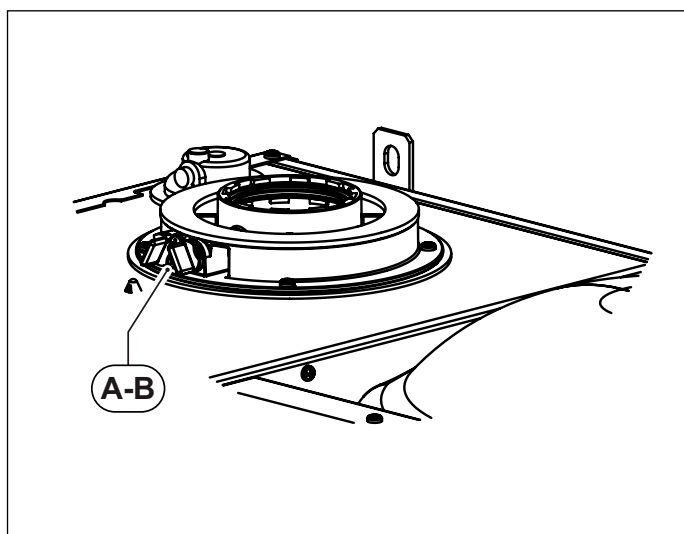
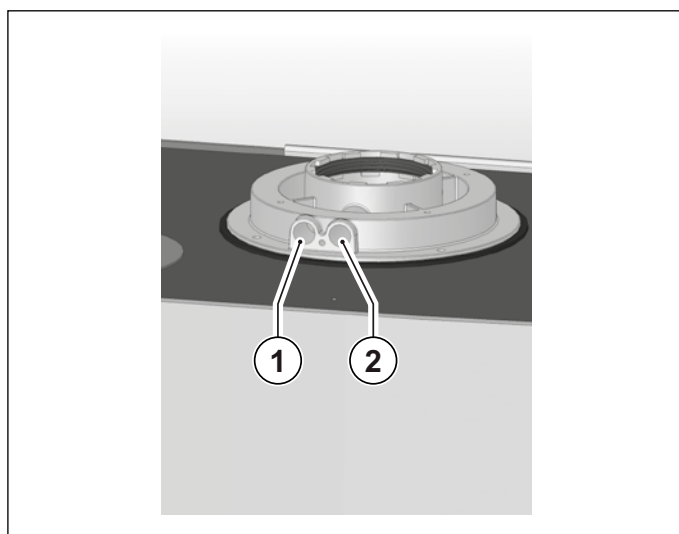

Fig. 19 Poziția bușoanelor
Fig. 20 Poziția orificiilor
Centrala termică este prevăzută cu un turn pentru racordarea conductelor de aspirație aer/evacuare gaze arse (vezi Fig. 19 Poziția bușoanelor și Fig. 20 Poziția orificiilor).
În turn au fost prevăzute orificii pentru accesul direct al aerului de combustie și pentru evacuarea gazelor arse (vezi Fig. 20 Poziția orificiilor).
Înainte de a efectua măsurătorile înlăturați bușoanele **A** și **B** din orificiile prevăzute pe turn (vezi Fig. 19 Poziția bușoanelor).
- măsurarea aerului de combustie preluat din orificiul **1** (vezi Fig. 20 Poziția orificiilor).
- măsurarea temperaturii gazelor arse și a CO2 prelevat din orificiul **2** (vezi Fig. 20 Poziția orificiilor).
Cablurile termostatului trebuie conectate la bornele (1) și (2) ale plăcuței electronice (vezi Fig. 16 Schema electrică RTFS și Fig. 20 Schema electrică CTFS) după ce a fost eliminată puntea furnizată cu centrala termică. Fig. 25 Schema electrică) după ce a fost eliminată puntea furnizată cu centrala termică.